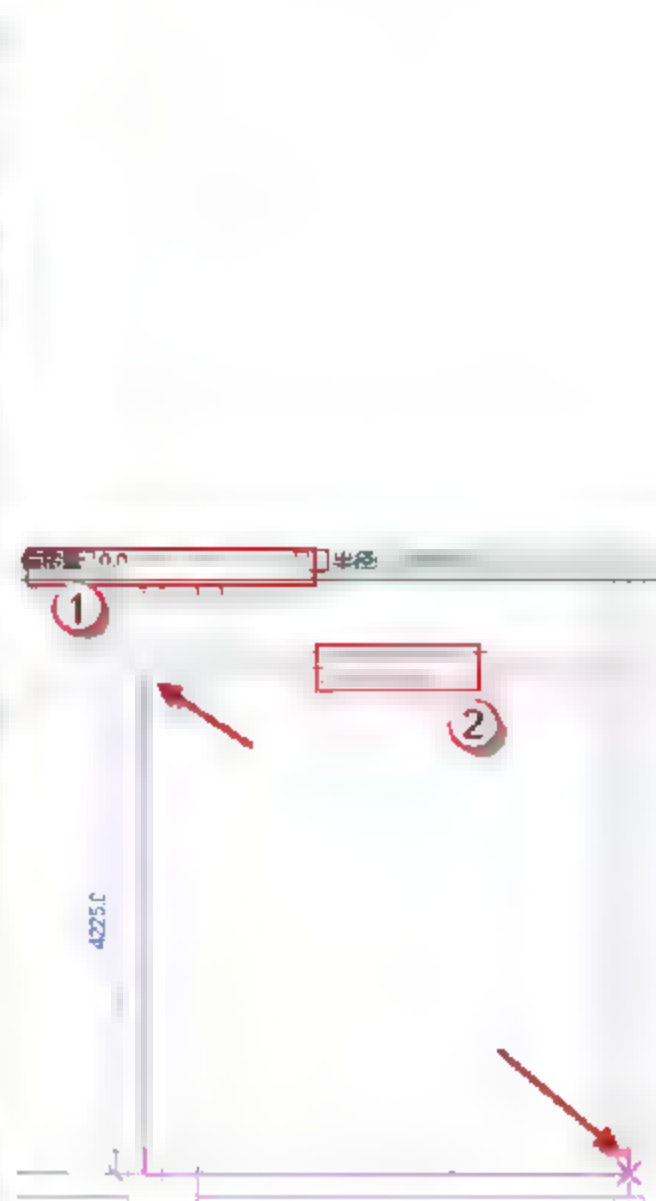

图 3.2.70 绘制 7 号板
(16) 绘制 7 号板, 单击“矩形”按钮, 绘制 7 号板, 调整跨方向, 将偏移量设置为 0, 单击√按钮, 完成绘制, 如图 3.2.70 所示。